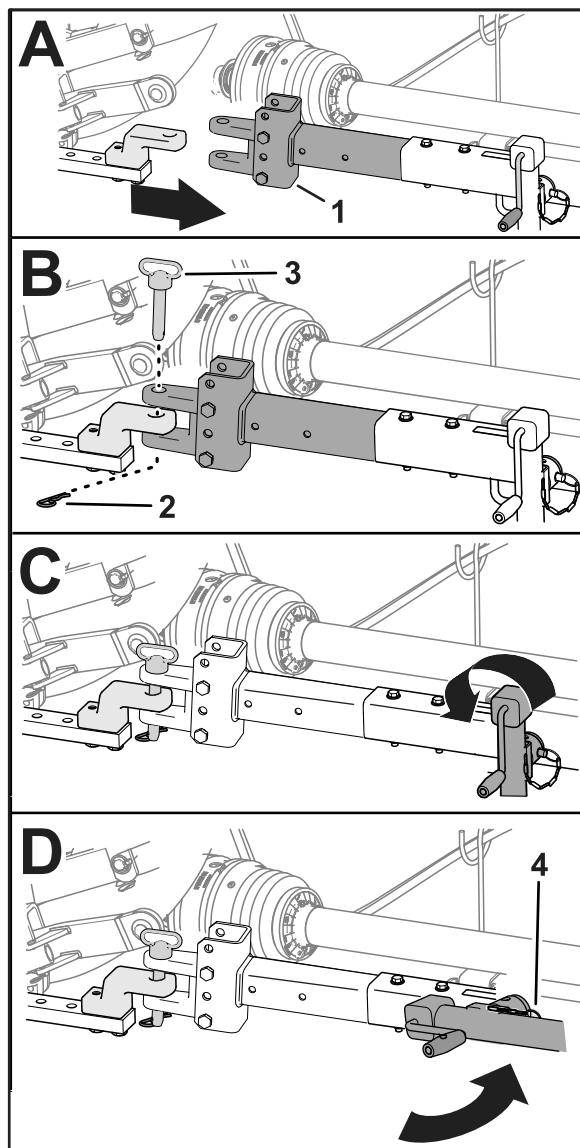

Рисунок 29
- Если на вашей газонокосилке установлена буксировочная штанга с пальцем, вставьте палец сцепного устройства в отверстия буксировочной штанги и тягового бруса и закрепите палец игольчатым шплинтом (Рисунок 29).
6. Полностью поднимите домкрат (Рисунок 29).
7. Снимите штифт, который крепит домкрат к буксировочной штанге, поверните домкрат горизонтально и прикрепите домкрат к буксировочной штанге с помощью штифта (Рисунок 29).